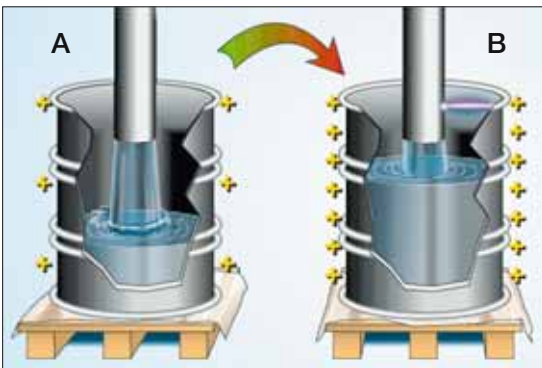

Figura 26: scarica in un fusto metallico [2]
- **travaso**, trasporto, mescolamento, nebulizzazione di liquidi non polari (ad es. idrocarburi, etere) con una resistenza specifica (o resistività) superiore a 10^8 Ohm m (figura 26).